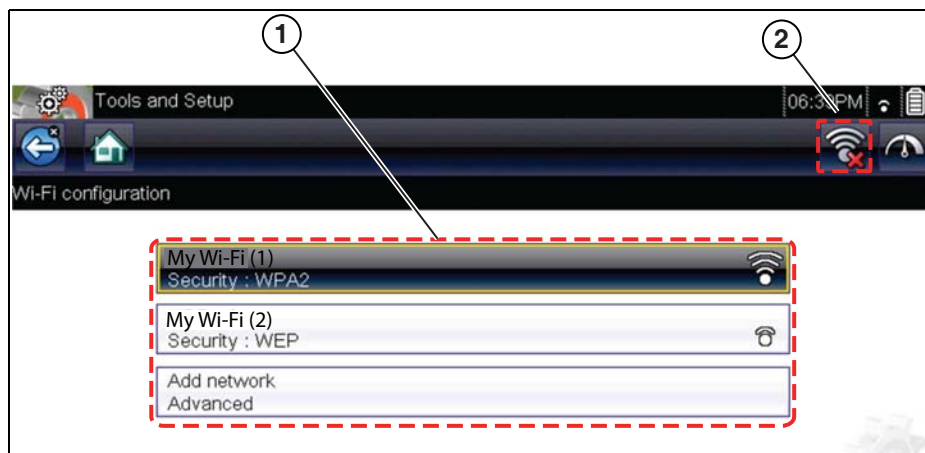

Figure 10-9 Tela de configuração de Wi-Fi
3. Selecione sua rede sem fio na lista (lista típica mostrada abaixo) e, em seguida, clique em **Conectar** (Figure 10-9).